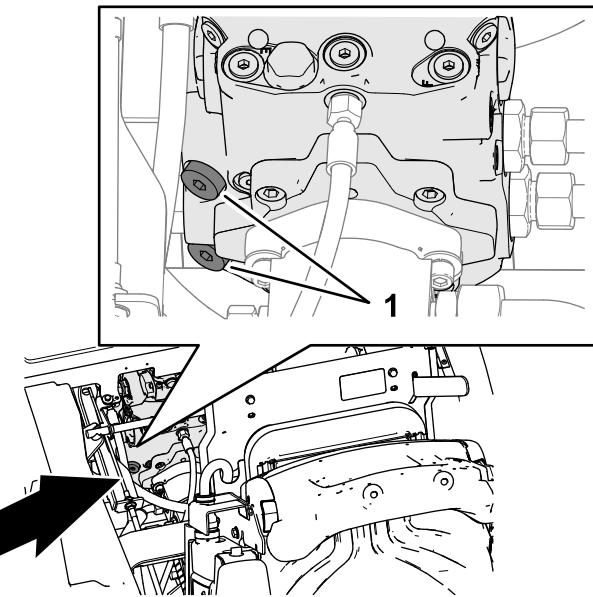

Figure 39
3. Avec une clé hexagonale de 8 mm, tournez les 2 bouchons à tête creuse des clapets de décharge de pompe de la transmission dans le sens horaire (Figure 39).